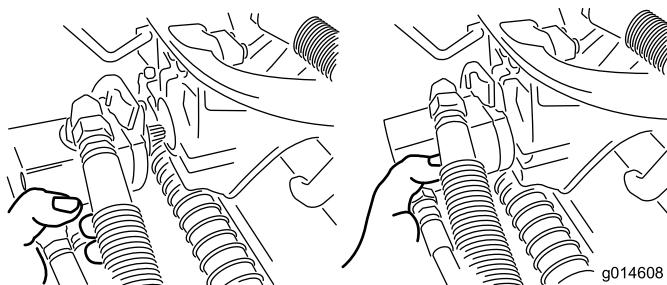

Figura 34
3. Mova o motor para o local de armazenamento na parte da frente do braço de suspensão (Figura 34).